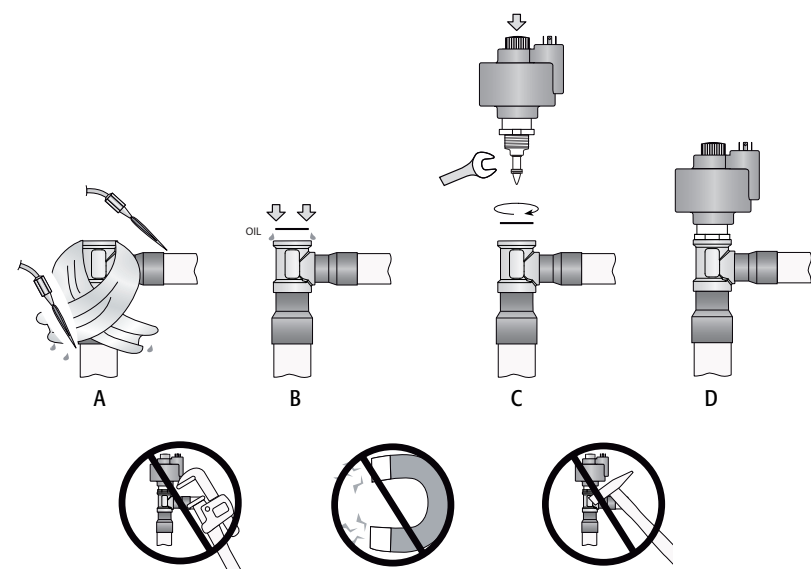

Fig. 2
Le valvole E³V devono essere saldate al circuito mediante brasatura dei raccordi in rame ai tubi di uscita condensatore (IN) e di ingresso evaporatore (OUT). Seguire la successione indicata in Fig. 2 procedendo in questo modo:
2. avvolgere uno straccio bagnato sul corpo della valvola e procedere alla saldatura senza surriscaldarla orientando la fiamma verso l'estremità dei raccordi come da fig. 2 A (per una migliore brasatura senza alterare la tenuta della zona di saldatura tra corpo e raccordi utilizzare lega con temperatura di fusione inferiore a 650 °C o con tenore di argento superiore del 25 %).
3. a valvola fredda, inserire l'O-ring (OR2087 -diametro interno 21.95 mm - spessore 1.78 mm - materiale: Neoprene) presente nella confezione ed inserirlo nell'apposita cava schiacciandolo con la pressione del dito. Verificare la corretta posizione dello stesso testandone l'adesione uniforme sul fondo della sede di tenuta (Fig. 2 B).
4. avvitare nel corpo valvola la cartuccia in acciaio sull'apposito alloggiamento filettato con una chiave esagonale da 27 mm verificando la presenza dell'O-ring sulla cava il quale garantisce la tenuta ermetica. Serrare la cartuccia fino a quando l'O-ring non sia completamente schiacciato (Fig. 2 C).
The E³V valves must be joined to the circuit by braze welding the copper fittings to the condenser outlet (IN) and evaporator inlet (OUT) pipes. Proceed as indicated in Fig. 2:
2. wrap a wet rag around the body of the valve and weld the fittings, without overheating the valve, aiming the flame at the end of the fittings as shown in Fig. 2 A (for better braze welding without affecting the seal of the weld between the body and the fittings, use alloys with a melting temperature of less than 650 °C or with a silver content higher than 25 %).
3. when the valve has cooled down, fit the O-ring OR2087 -inside diameter 21.95 mm - thickness 1.78 mm - material: Neoprene) supplied in the package and press it firmly into its opening using the fingers. Check the correct position of the O-ring by making sure there is uniform adhesion on the bottom of the seal seat (Fig. 2 B).
4. tighten the steel cartridge to the special threaded socket in the valve body using a 27 mm Allen key, making sure the O-ring is fitted to ensure hermetic tightness. Tighten the cartridge until the O-ring is completely compressed (Fig. 2 C).